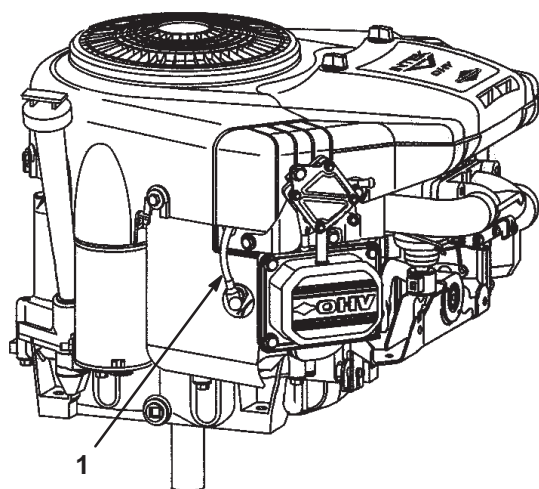

Figure 29
3. Débranchez les fils des bougies (Fig. 29). Nettoyez la surface autour des bougies pour éviter que des impuretés endommagent le moteur en tombant à l'intérieur.
3. Connectez les fils aux bougies (Fig. 29).